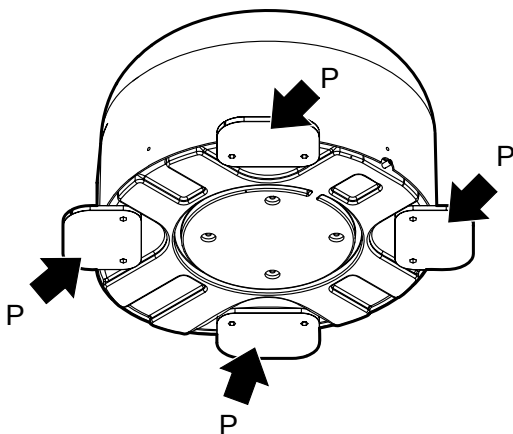

Fig. 6
3. Die 4 Montageplatten (P) der Antenne sorgfältig reinigen, das Fahrzeugdach mit Alkohol reinigen und verdunsten lassen, bevor Sie die Dichtungsmasse (**Fig. 6**) anbringen.